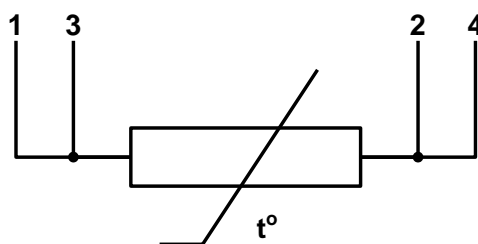

Рис.1. Схема соединений ТПС.
- 1.5.2. В ТПС используется платиновый тонкопленочный термоэлемент M222 или M422 производства Heraeus Sensor Technology, помещенный в термоусадочную трубку. Выводы термоэлемента подключены попарно к четырем проводникам. Схема соединений ТПС приведена на рис.1. Проводники расплаиваются на печатную плату, на которой установлен разъем для подключения кабеля связи.